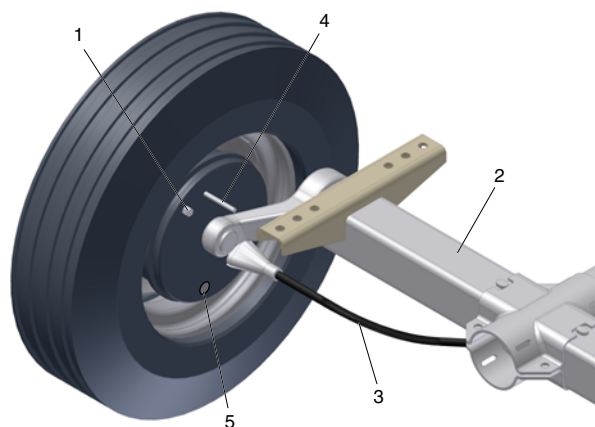

Fig. 5.5 Justering af bremsebakker
Kompressoren løftes og understøttes. Sørg for, at alle bremses er slået fra (påløbsbremse og håndbremse). Bremskablerne må ikke være stramme. Bloker hjulbremsens drejekamskive fra ydersiden ved hjælp af en tap \varnothing 4 mm (4) gennem hullet som vist på fig. 5.5.